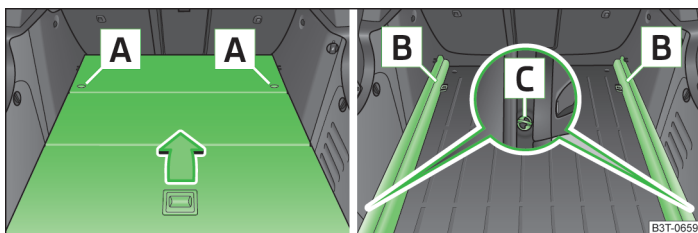

Abb. 96 Gepäckraum: Variablen Ladeboden ausbauen / Tragschienen ausbauen
- Den variablen Ladeboden durch Drehen der Sicherungsösen **A** » Abb. 96 nach links um ca. 90° entriegeln.